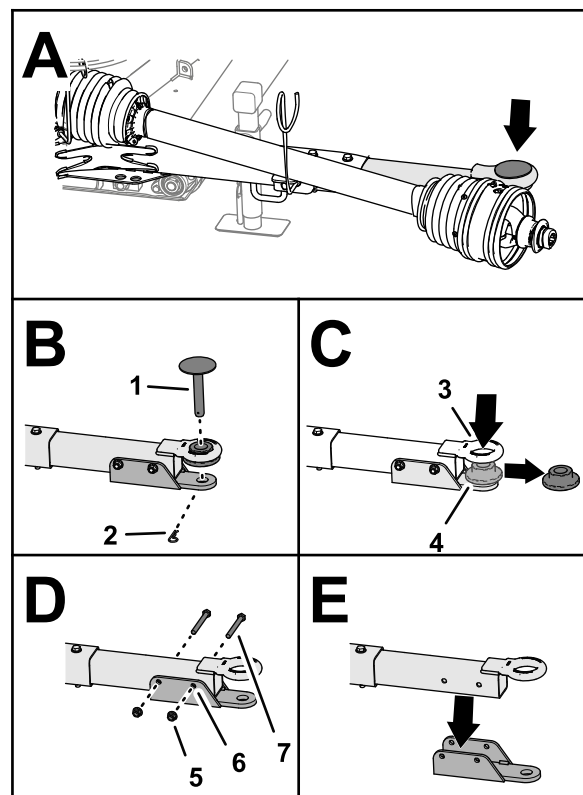

Figura 7
1. Rimuovete la coppiglia che fissa il perno di traino alla barra di traino e rimuovete il perno di traino (Figura 7).
2. Rimuovete la boccia flangiata dall'occhiello a cardine (Figura 7).
3. Rimuovete i 2 dadi di bloccaggio flangiati e 2 viti a testa cilindrica che fissano la staffa del perno con testa alla barra di traino e rimuovete la staffa del perno con testa (Figura 7).